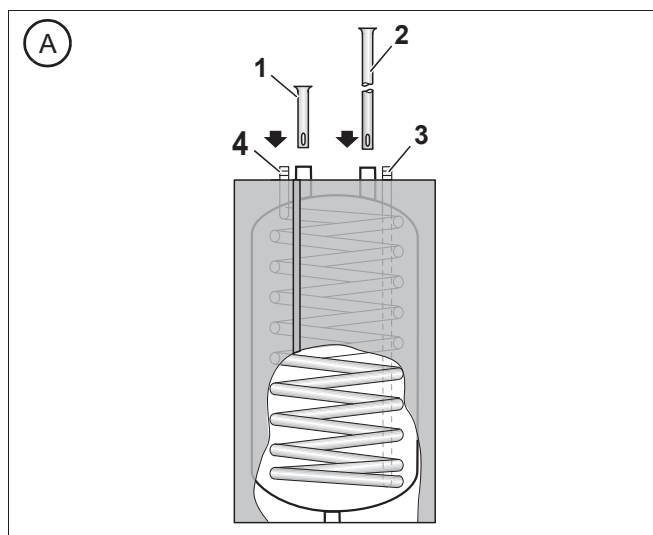

Рис. 6 Установка погружных труб
- ▶ Вставьте короткую погружную трубу сверху в AW (рис. 6, [1]).
- ▶ Вставьте длинную погружную трубу сверху в ЕК (рис. 6, [2]).